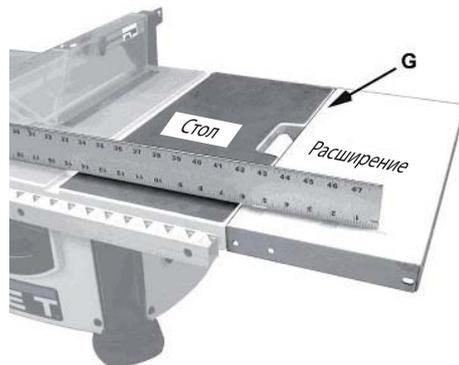

Рис. 11
- Регулировка положения. Поместите линейку вдоль стола и дополнительно-го стола с переднего края, как показано на рис. 11.